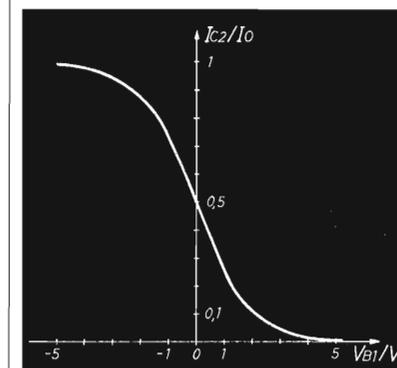

figura A.2
La (2) è rappresentata graficamente in figura A.2) che mostra chiaramente che, per una variazione lineare della tensione di ingresso V_{B1} da -5V_T a +5V_T circa, la corrente I_{c2} varia da I_o a zero con andamento non lineare di tipo esponenziale.